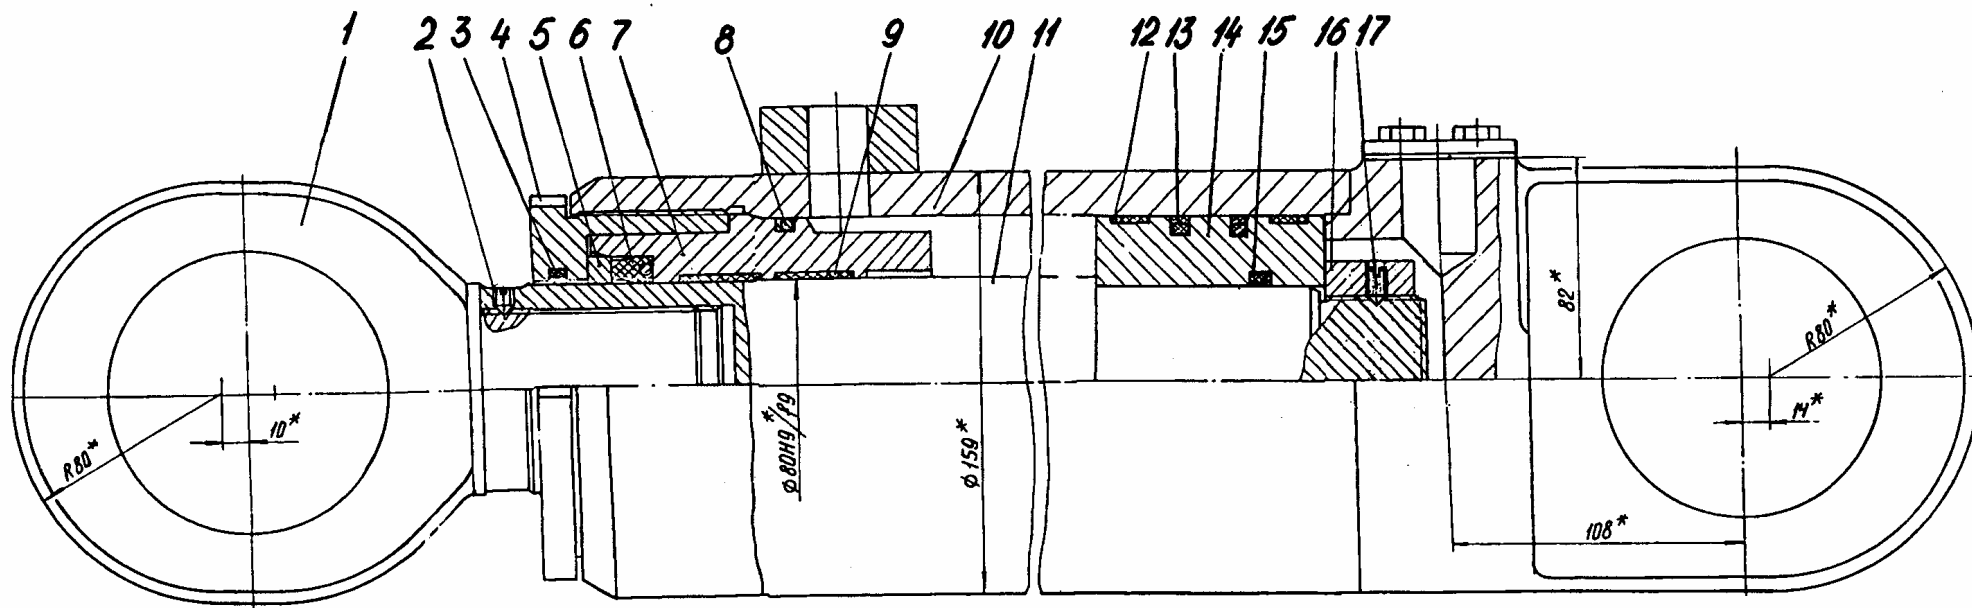

Рис. 34 Гидроцилиндр
4. ГИДРОЦИЛИНДРЫ (рис. 34, 35)